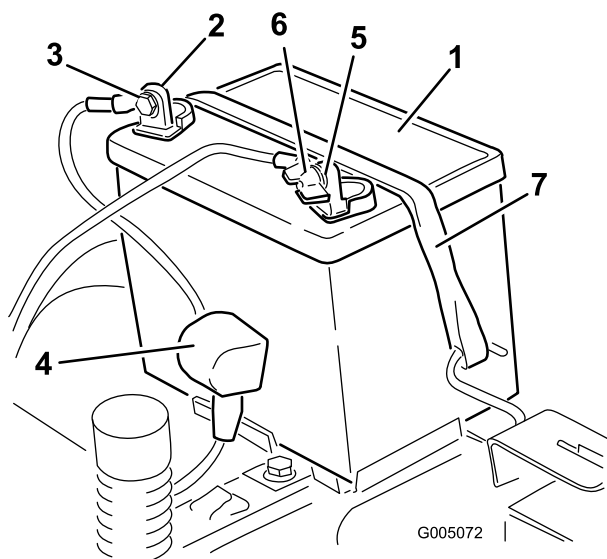

Figura 47
4. Staccate il cavo negativo (nero) di terra dal polo della batteria (Figura 47).
6. Staccate il cavo positivo (rosso) dal polo della batteria (Figura 47).
7. Togliete il dispositivo di fissaggio della batteria (Figura 47) e togliete la batteria dal vassoio.
1. Posizionate la batteria nella cassetta (Figura 47).
5. Fissate la batteria con l'apposito dispositivo (Figura 47).